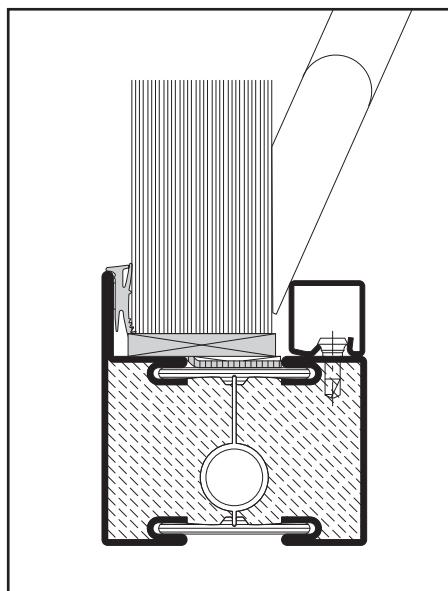

Abb. 16 / Fig. 16 / Fig. 17
- Glaselement mittels Klotzungshebel vorsichtig an die äussere Anschlagdichtung drücken (Abb. 16).
- Presser le vitrage contre le joint extérieur à l'aide du levier de calage (fig. 16).
- Using a pad lever, press the glazing element against the outer glass contact weatherstrip (fig. 16).